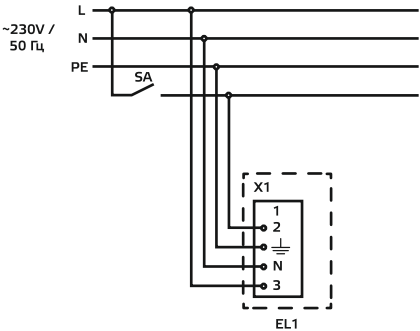

Рис. 1. Схема подключения светодиодного светильника
- Электрическое подключение светильника осуществляется через клеммную колодку, установленную на внутренней поверхности корпуса светильника в соответствии со схемой (рис.1). Подключите сетевой провод к контактам клеммной колодки светильника строго в соответствии с маркировкой: N-нейтраль, L-фаза, заземление. Сечение проводников кабеля должно быть не более 2,5 мм²;